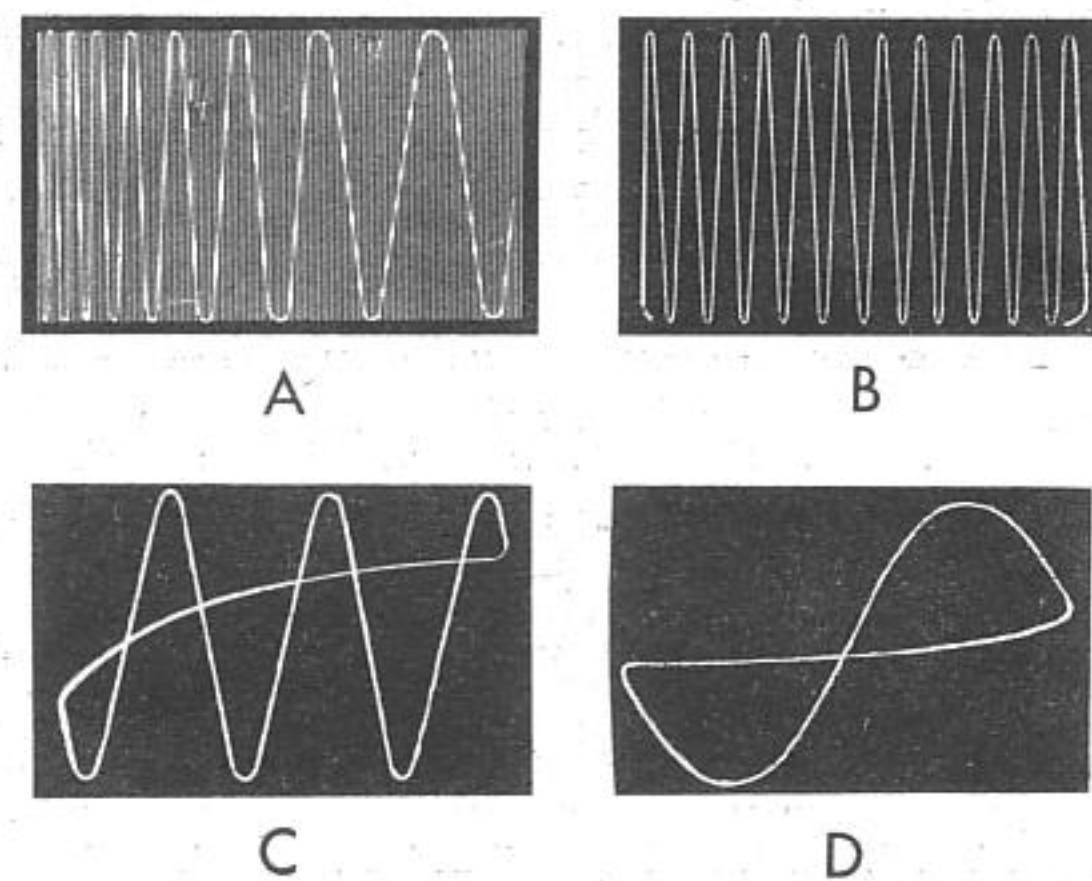

Fig. 3 - Réglage de la fréquence de balayage horizontal. (A) rapport élevé, (B) plus faible, (C) égal à 3 et (D) à 1.
La figure 3 illustre quatre stades du réglage du potentiomètre de fréquence de la base de temps. En A, le rapport entre les deux fréquences est trop grand et le nombre de périodes des oscillations ne peut être correctement apprécié; en B, ce rapport est de 12, cela signifie que pour chaque dent de scie horizontale, on a 12 périodes du signal à examiner. En C, le rapport est de 3, et en D il est de 1. En faisant varier légèrement la fréquence de la tension en dents de scie, en plus ou en moins, on provoque des déplacements relatifs des phases des deux signaux, comme le montre la figure 4. Après stabilisation parfaite de l'image, (figure 5-A), on peut augmenter sa hauteur (B) en agissant sur la commande de gain vertical, ou sa largeur (C), en agissant sur celle de gain horizontal.